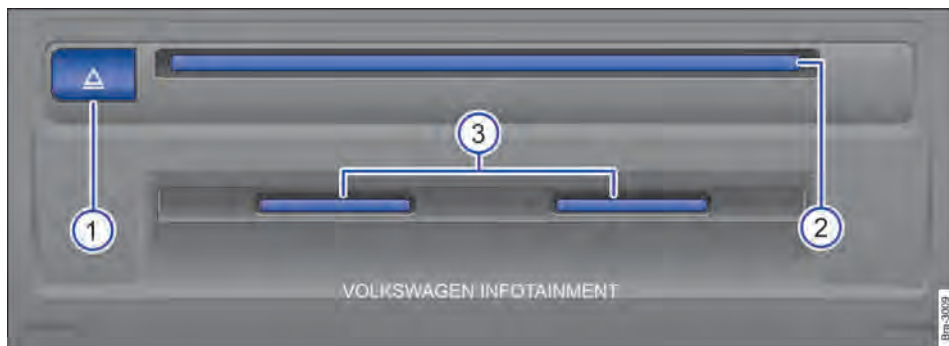

Fig. 141 Unidade multimídia externa: no porta-luvas.
Legenda para → Fig. 141:
- Após a solicitação, inserir o CD na entrada para CD da unidade de CD → Fig. 141 até que seja puxado automaticamente para dentro.
- Pressionar o botão de ejeção → Fig. 141 .
Na entrada de cartão SD → Fig. 141  somente podem ser inseridos cartões SD com as dimensões de 32 mm x 24 mm x 2,1 mm (1,26 x 0,94 x 0,083 polegadas) **ou** 32 mm x 24 mm x 1,4 mm (1,26 x 0,94 x 0,055 polegadas).